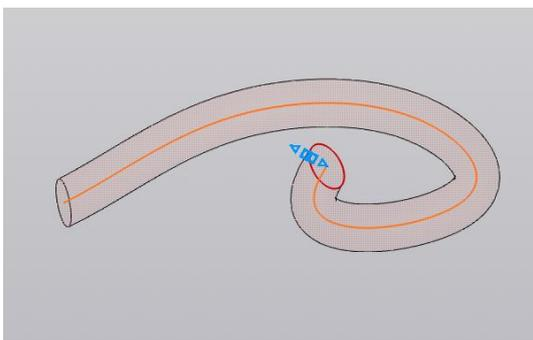

Рисунок 1.4 – Операция «По траектории»
- По траектории (рисунок 1.4);